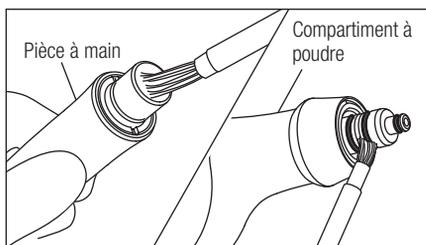

Fig. 17
- 1) Ôtez la poudre présente sur les raccords de la pièce à main et du compartiment à poudre ainsi que sur l'anneau de contrôle. Nettoyez l'intérieur du raccord de la pièce à main au moyen de la brosse de nettoyage fournie (Fig. 17: à gauche). Nettoyez de la même façon les raccords du compartiment à poudre au moyen de la brosse de nettoyage fournie (Fig. 17: à droite).